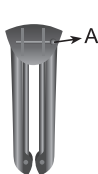

РИС.1
1. Для того чтобы разложить вешалку, извлеките из её основания фиксирующий штырь **A** (рис.1).